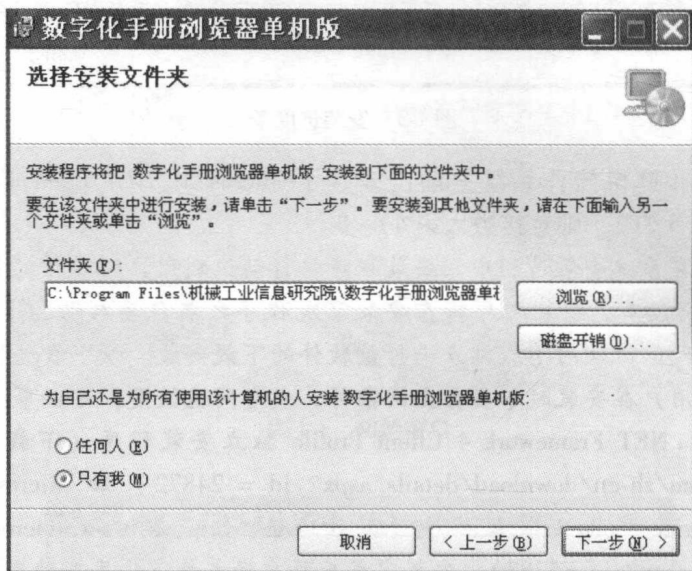

图 1-5 “选择安装文件夹”窗口
5) 进入图 1-5 所示的“选择安装文件夹”窗口。系统推荐的安装目录是 C: \ Program Files \ 机械工业信息研究院 \ 数字化手册浏览器单机版, 如果同意安装在此目录下, 单击“下一步”按钮。如果希望安装在其他的目录中, 单击“浏览”按钮, 在弹出的对话框中选择合适的文件夹后, 并根据具体情况选择浏览器是个人使用还是所有人使用, 然后单击“下一步”按钮。如果用户的计算机不允许安装在系统推荐的安装目录 C: \ 下, 可将 C 改为 D 或其他的分区分下面。